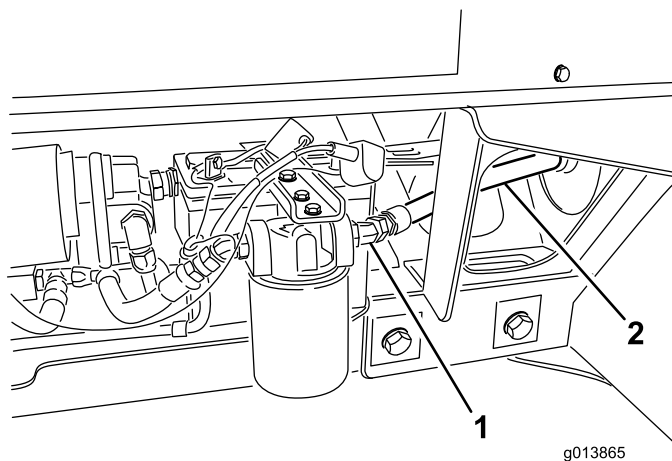

Bild 11
36. Schließen Sie den Hydraulikschlauch Nr. 3 an den Filterauslass an (Bild 11).